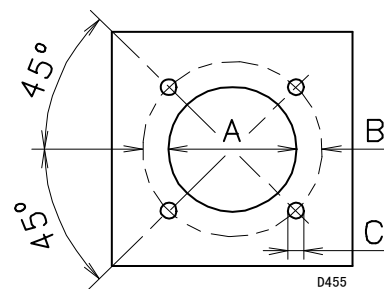

图 10
钻穿燃烧室的封闭板，如图 10 所示。可使用随燃烧器提供的隔热屏标出螺纹孔位置。
- 将整个燃烧器安装至先前准备的锅炉孔中（图 10），并使用随附的螺钉固定。